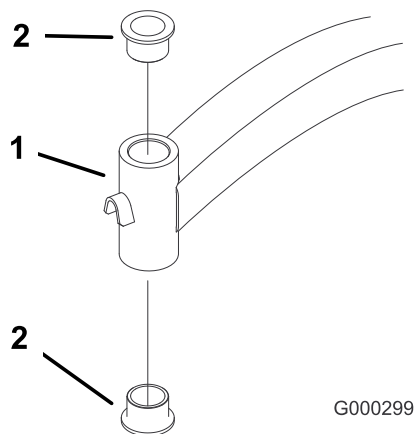

Figure 38
5. Insérez un chasse-goupille dans le tube de montage et chassez les bagues avec précaution (Figure 38). Nettoyez l'intérieur du tube de montage.